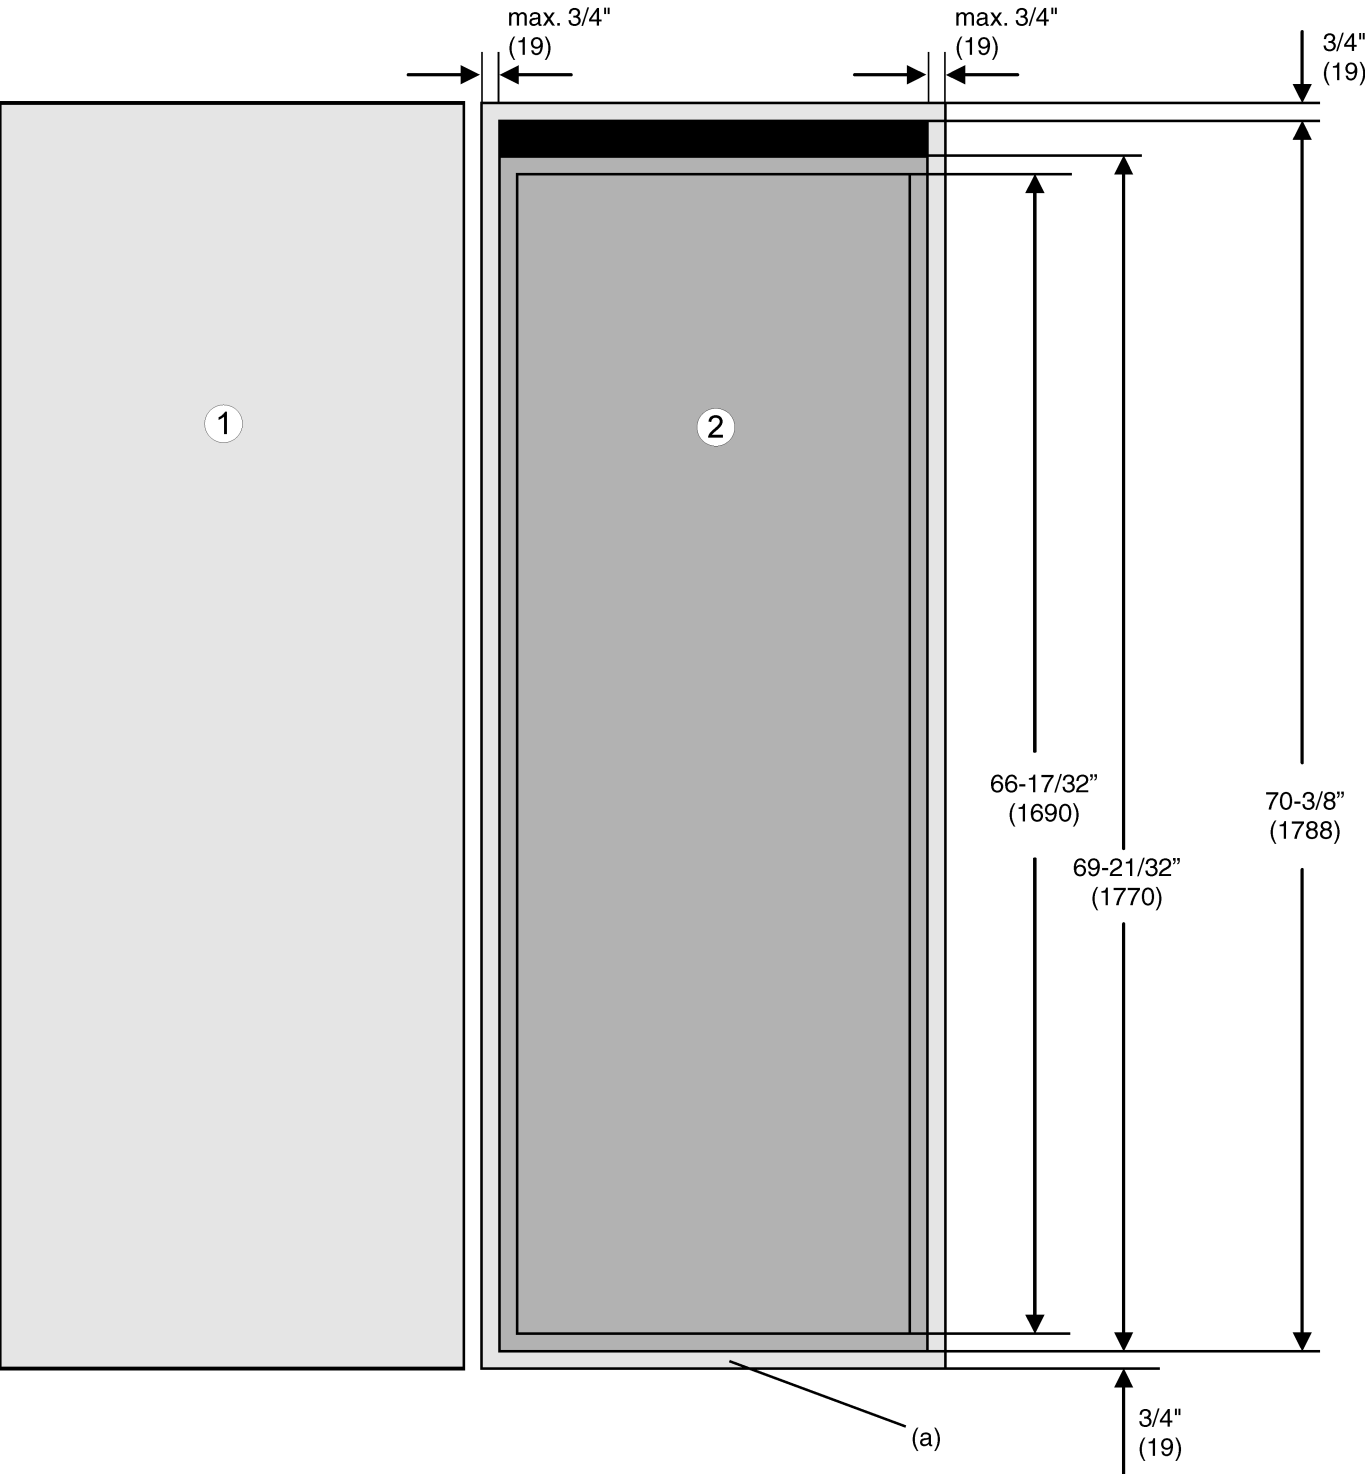

Fig. 7
- La altura total del frigorífico (es decir, 69-21/32 pulg. (1769.5 mm)) más el grosor de la tapa y la base Fig. 7 (a) (normalmente de 3/4 pulg. (19 mm)): 69-21/32 pulg. + 3/4 pulg. + 3/4 pulg. = 71-5/32 pulg. (1769.5 mm + 19 mm + 19 mm = 1807.5 mm)